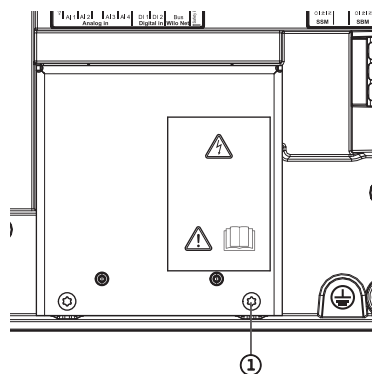

Fig. 114: EMC-skyddsplatta
4. Lossa skruvarna på EMC-skyddsplattan (Fig. 114, pos. 1) och ta bort skyddsplattan.